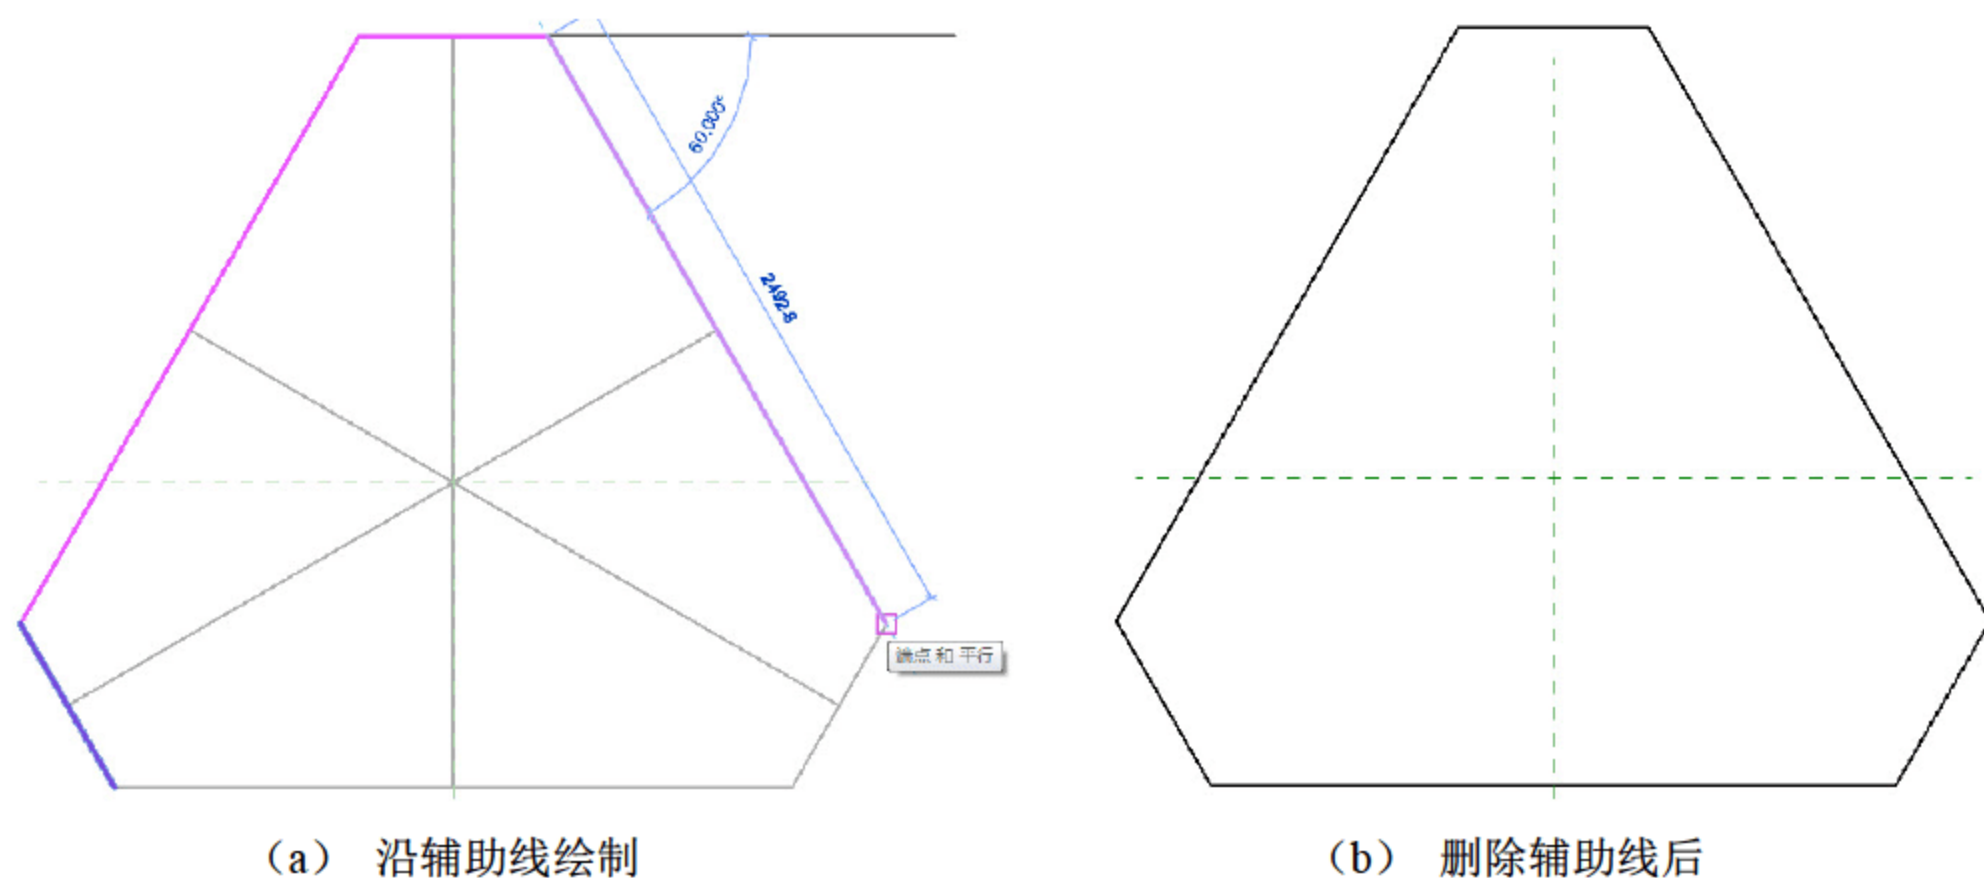

图 2.1.30 绘制多边承台
(4) 绘制多边承台。选择“创建”→“拉伸”→“直线”命令，绘制多边承台截面，如图 2.1.30 所示。绘制完成后，按 Delete 键，删除导入的 CAD 辅助线。